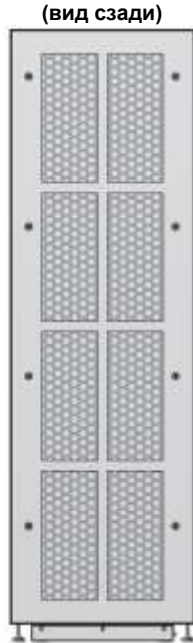

Рисунок 5-5: Вид ИБП сзади
- 1) Открутите восемь винтов М5 для снятия задней панели (см. **Рисунок 5-5** и **Рисунок 5-6**). После снятия задней панели будут видны входные клеммы питания переменного тока и входные клеммы байпаса, как показано на **Рисунке 5-7**.